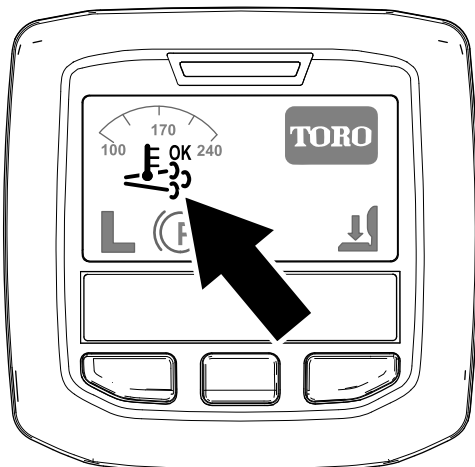

図 26
- インフォセンターに、アシスト/リセット再生アイコンが表示されます 図 26。